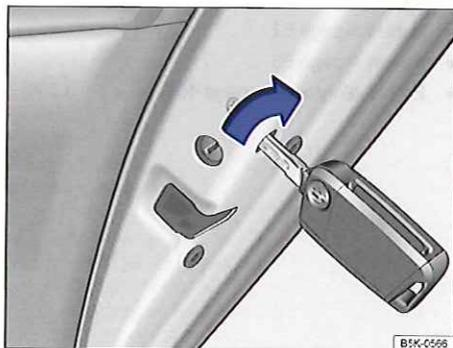

Fig. 229 Sur le chant de la porte arrière droite : verrouillage d'urgence du véhicule à l'aide de la clé du véhicule
- Insérez le panneton dans la fente située derrière l'ouverture et, pour la porte droite, tournez-le dans le sens des aiguilles d'une montre ⇒ fig. 229 (flèche) ; procédez de manière analogue dans le sens inverse des aiguilles d'une montre pour la porte gauche.